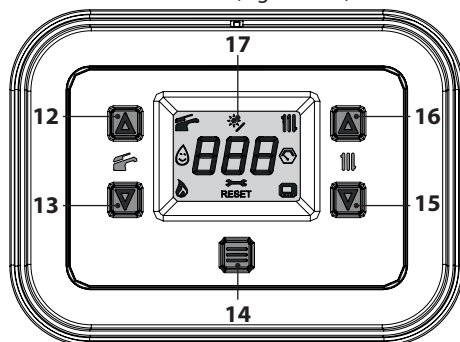
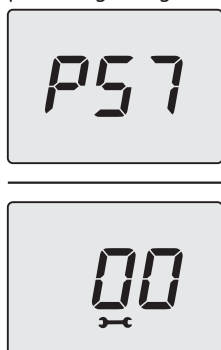

Figura 5.24
Figura 5.28
- Entrare in "modalità programmazione" premendo contemporaneamente per 5 secondi i tasti 13 e 15 (Figura 5.24) fino a far apparire sul display LCD le lettere **HiS** che indicano il menu
- Premere per 1 sec. il tasto 14 (Figura 5.24) per entrare nel parametro selezionato. Il display visualizzerà quanto segue (Figura 5.28).
- Premendo il tasto 14 (Figura 5.24) si ottiene la conferma del valore inserito. Il display visualiz-
- Premendo contemporaneamente i tasti 13 e 15 (Figura 5.24) si esce senza modificare il valore (ritorno al livello precedente).
- tenere premuti contemporaneamente i tasti 13 e 15 per 5 sec. (Figura 5.24) (ritorno al livello precedente).